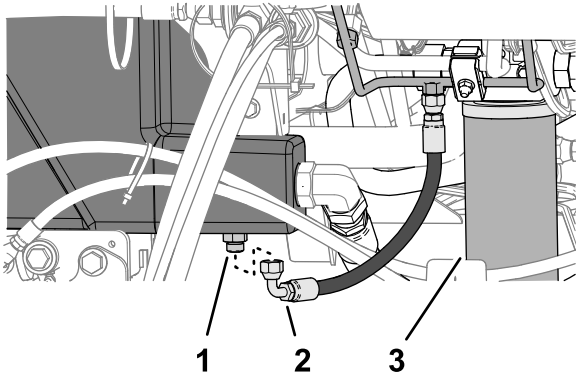

Figura 151
2. Așezați o tavă de golire de mari dimensiuni sub fittingul drept (Figura 151) al rezervorului de ulei hidraulic; consultați Capacitatea uleiului hidraulic \(Pagină 80\).